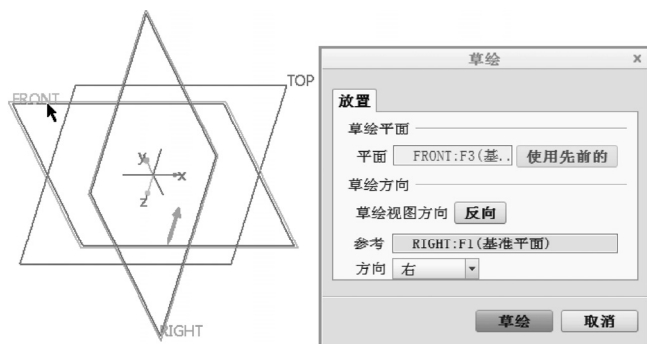

图 4-125 设定草绘平面及草绘方向
3) 在“螺旋扫描”选项卡中打开“参考”面板, 单击“定义”按钮, 弹出“草绘”对话框。选择 FRONT 基准平面作为草绘平面, 如图 4-125 所示, 并以 RIGHT 基准平面为“右”方向参考, 单击“草绘”按钮, 进入内部草绘器。